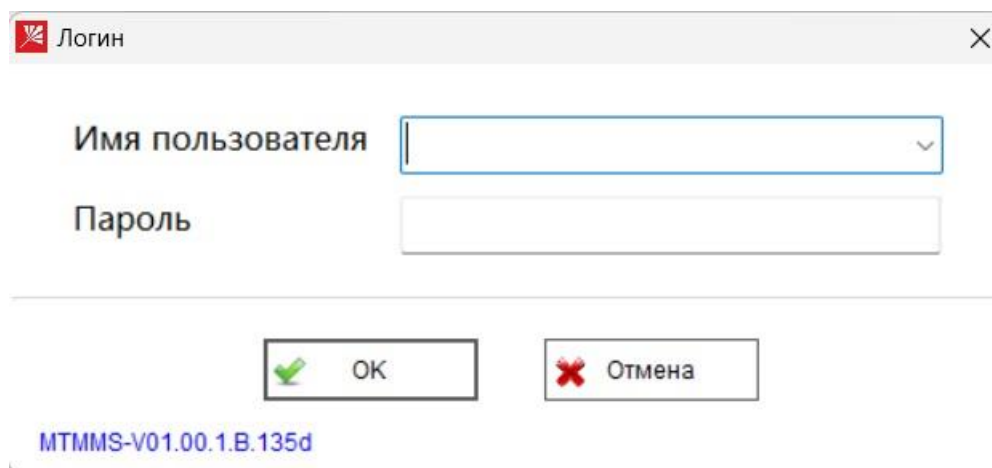

Рисунок 9 - Авторизация
–>Login. Авторизация в программе «MeterPro». При нажатии кнопки предлагает в всплывающем окне выбрать тип пользователя и ввести пароль (рисунок 9). По умолчанию пароли всех пользователей пустые, при необходимости их можно задать в Изменении пароля